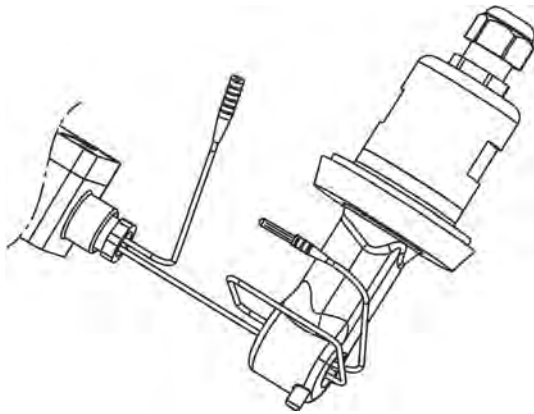

Abb. 75: Draht um Ci-Sensor
Kabel des Kalibrieradapters zweimal durch die Bohrung der Messsonde schleifen (siehe ↪ Kapitel 10.2.5.5 „Ci-Grundabgleich“ auf Seite 153, Abb. 75) und Schleife schließen.
4. ▶ Legen Sie den Draht des Kalibrieradapters mit zwei Windungen durch die Öffnung des Ci-Sensors, ohne die Drahtenden zu verbinden. (Siehe Abb. 75 .)